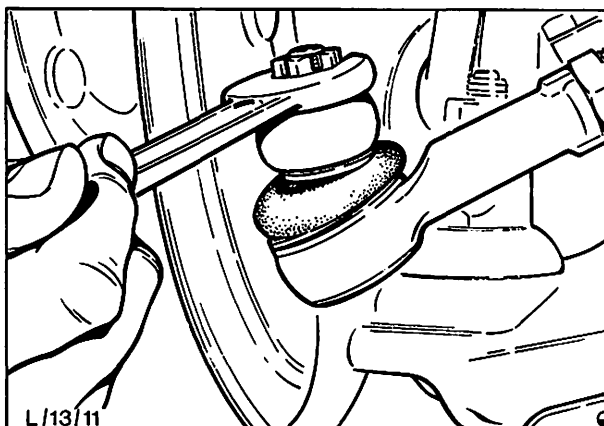

Abb. 48 Kronenmutter vom Spurstangenendstück abschrauben
3. Kontermutter des Spurstangenendstücks lösen, Splint entfernen und Kronenmutter vom Spurstangenendstück abschrauben, Abb. 48. Spurstangenendstück vom Spurstangenhebel pressen. Hierzu Spezialwerkzeug 13-006 verwenden.